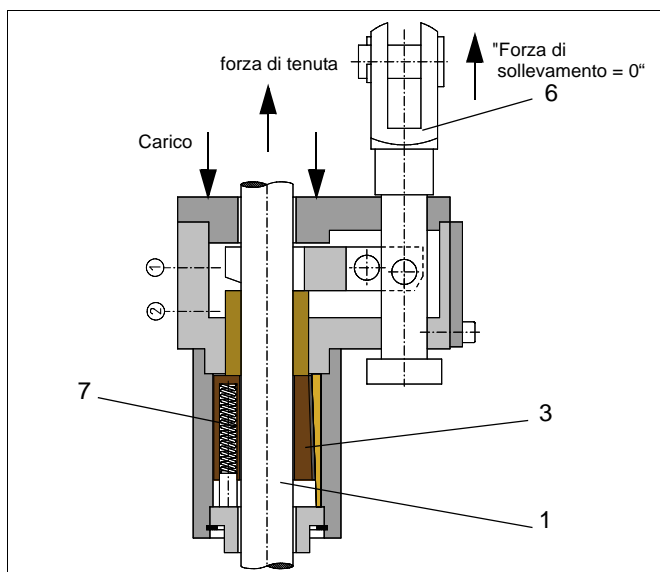

Fig. 3: Posizione del dispositivo anticaduta KRM dopo la corsa di chiusura
In tale situazione le ganasce di presa (3) Fig. 3 per effetto delle molle (7) Fig. 3 fanno presa sulla barra (1) Fig. 3 e bloccano il carico.
L'intera forza di tenuta viene generata con il movimento verso il basso del dispositivo anticaduta KRM con il carico lungo la barra. Inizialmente le ganasce di presa (3) Fig. 3 vengono attrite contro la barra in conseguenza dell'attrito autorinforzato per un tratto (da 5 a 15 mm secondo le dimensioni) in posizione di bloccaggio sull'arresto, cfr. fase A del diagramma forza/spostamento.